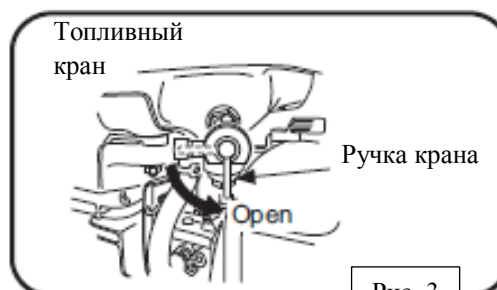

Рис. 3
1. Откройте топливный кран для подачи горючего (см. рис. 3).